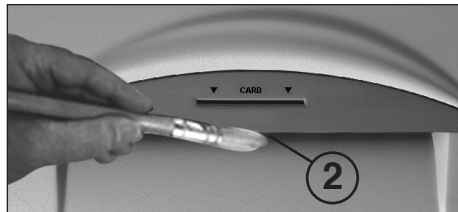

Рис. 4
ЧИСТКА СВЕТОДАТЧИКА (Рис. 4):
Вы можете удалить эти кусочки бумаги, то есть очистить светодиодчик, тем что Вы введёте во входной паз новый лист бумаги, или Вы переключите направление вращения режущего механизма на обратное, удалите остатки бумаги и с помощью кисточки очистите оба "глаза" светодиода (2) (рис. 4).